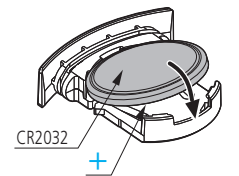

図1
6. デジマチックタイプの電池は、CR2032を使用してください。(図1)
7. 計測機器の基点調整等は、ゲージブロックやマスターワーク等のご使用を推奨します。(図1)